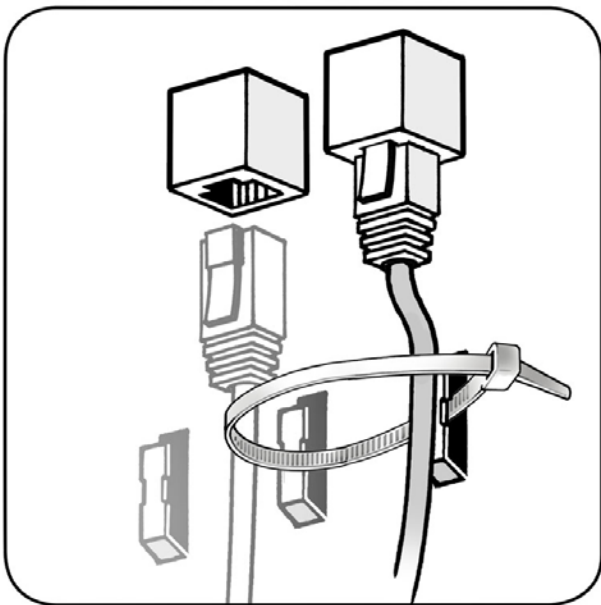

Abbildung 2.19 Befestigung der Kabel mit Kabelbindern
4. Die Kabel mit Kabelbindern befestigen, um einen dauerhaft sicheren Anschluss zu erreichen. Siehe *Abbildung 2.19*.